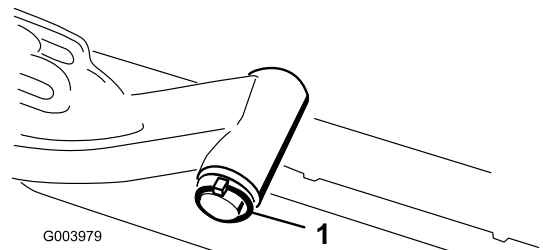

Figura 11
- A. Retire el pasador de seguridad y la arandela que fijan el eje pivotante del brazo de elevación al brazo de elevación, y deslice el eje pivotante fuera del brazo de elevación (Figura 11).
- C. Introduzca el eje del brazo de elevación en el brazo de elevación y fíjelo con la arandela y el pasador de seguridad (Figura 11).